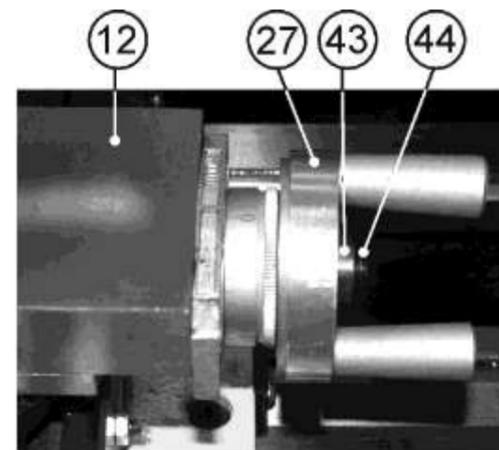

Рис. 7
9.4. Регулировка перемещения ходовых винтов суппортов (Рис. 7, 8)
9.4.1. Для регулировки перемещения ходового винта поворотного суппорта (12) необходимо ослабить фиксацию гайки (43) поворотом винта (44) против часовой стрелки. Вращая гайку (43) по часовой стрелке, выберите люфт. Вращение маховика (27) подачи поворотного суппорта должно быть свободным и плавным. Поворотом против часовой стрелки винта (44) зафиксируйте положение гайки (43), Рис. 7.